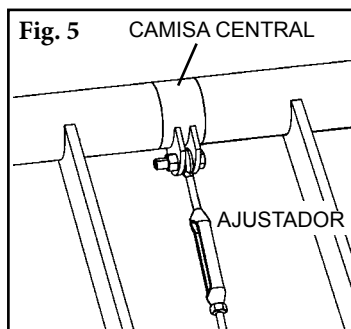

Fig. 5
PASO 5. Fije el ajustador a la camisa central. Quite la tuerca y el tornillo de la camisa central, inserte el extremo del ajustador entre los soportes y vuelva a instalar la tuerca y el tornillo (Fig. 5).